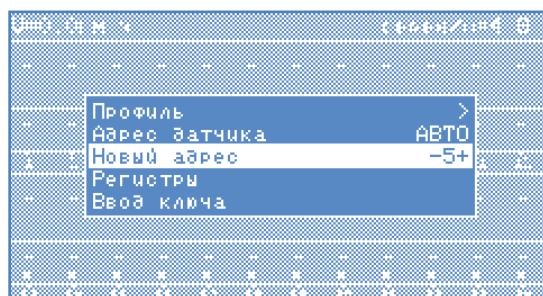

Рисунок 27
10. Кнопками «Вверх» и «Вниз» выбрать пункт «Адрес датчика» и кнопками «Плюс» и «Минус» задать **текущий программный адрес** подключенного датчика (см. «Рисунок 27») или выбрать «**АВТО**», если адрес неизвестен.
11. Кнопками «Вверх» и «Вниз» выбрать пункт «Новый адрес» и кнопками «Плюс» и «Минус» задать **новый программный адрес** (см. «Рисунок 27»). После этого нажать кнопку «Меню». В результате удачного переименования на экран будет выведено сообщение – «Выполнено».